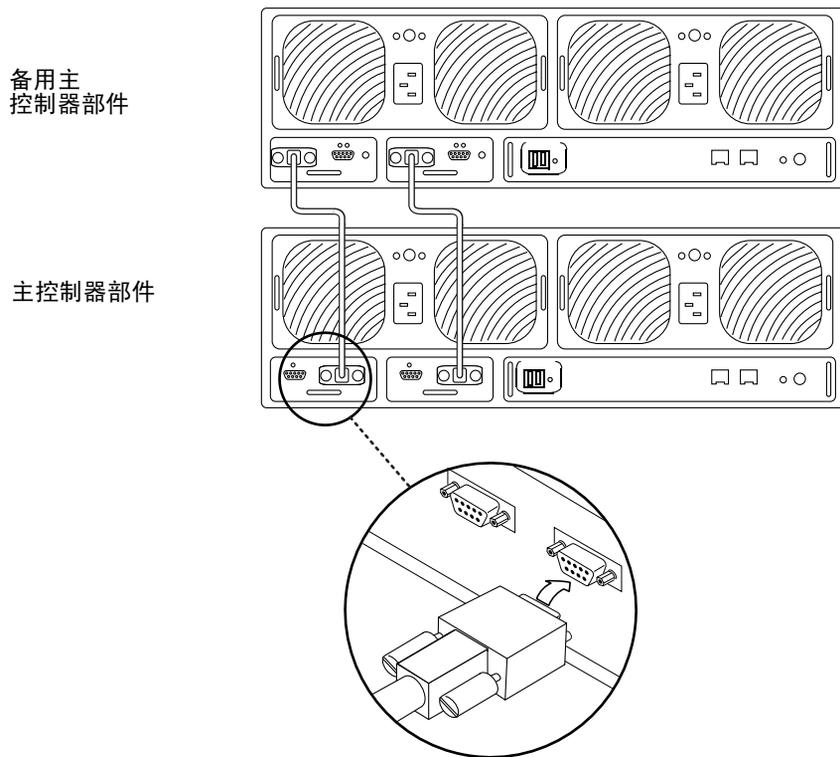

图 6-5 连接互连电缆
9. 仅适用于伙伴组：如图 6-5 所示，将互连电缆连接到互连卡。